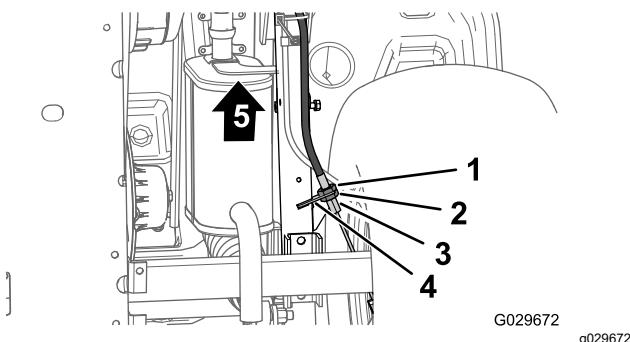

Figura 66
- Na parte inferior da mola quina, desaperte a porca de bloqueio traseira para o ajustador rosado do cabo do travão de estacionamento 4 voltas (Figura 66).
- Aperte a porca dianteira (Figura 66).
- Desaperte a porca de bloqueio frontal (Figura 66) para o ajustador rosado do cabo do travão de estacionamento 1 volta.
- Aperte a porca traseira (Figura 66).
- Desaperte a porca de bloqueio traseira (Figura 66) para o ajustador rosado do cabo do travão de estacionamento 1 volta.